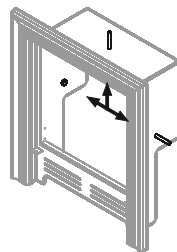

Рисунок 5. Установка топливного канала
2. Установить топливный канал в проем со стороны предбанника. Топливный канал закрепляется изнутри тремя анкерными болтами с гайкой M8×40 к стене (см. рисунок 5).